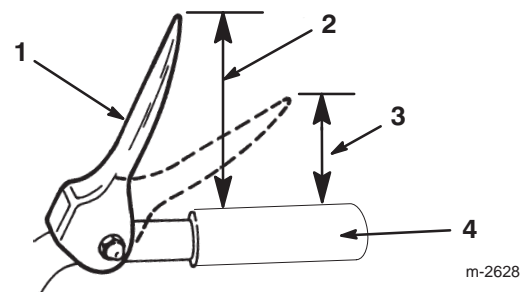

Figure 10
3. Réglez la position des deux contre-écrous à bride sur la tige de traction supérieure vers le haut ou vers le bas pour que l'extrémité de la manette de commande de traction soit à environ 12,7 cm de la poignée (Fig. 10).
Remarque : Le réglage est correct si les roues cessent de tourner quand le bout de la manette de commande de traction est à une distance de 7,6 à 10,2 cm de la poignée (Fig. 10).